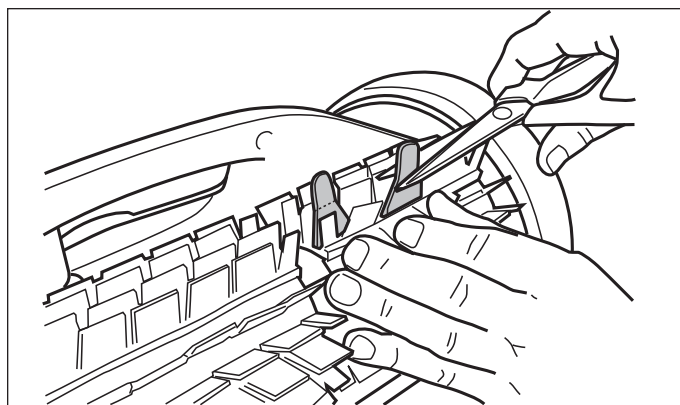

Figure 34. Couper les onglets
5. Utiliser une paire de ciseaux pour couper les onglets à 19 mm (3/4 po) du talon de manière à ce qu'ils ne dépassent pas les pointes, tel qu'il est indiqué à la Figure 34.